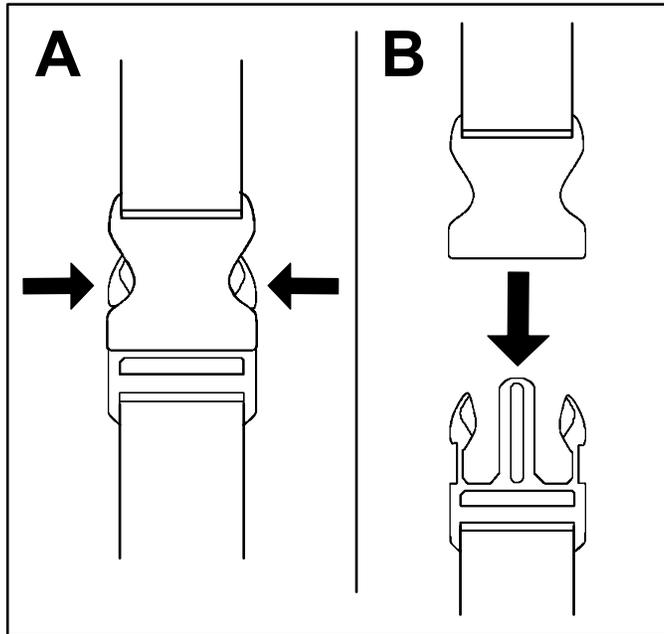

Figure 13
1. Appuyez de chaque côté des boucles (A sur la Figure 13).
2. Les boucles se détachent toutes seules (B sur la Figure 13).